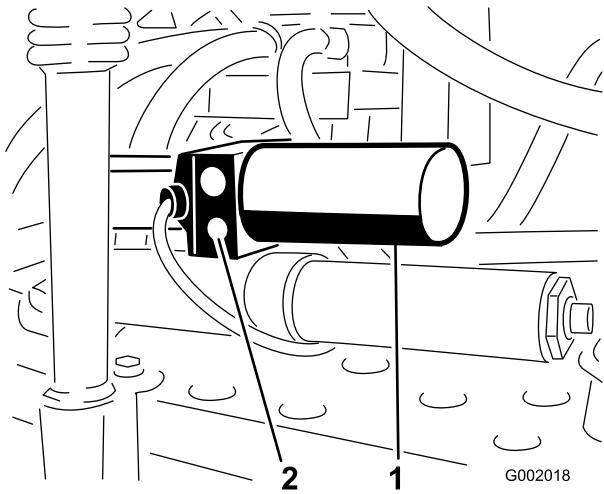

Bild 59 1. Aktuator, rechter Ausleger 2. Manuelles Überdruckventil
- Ermitteln Sie das manuelle Überdruckventil am Aktuator jedes Auslegers. Das manuelle Überdruckventil ist das kleinste Ventil. Es befindet sich nur an einer Seite des Aktuators (Bild 59).